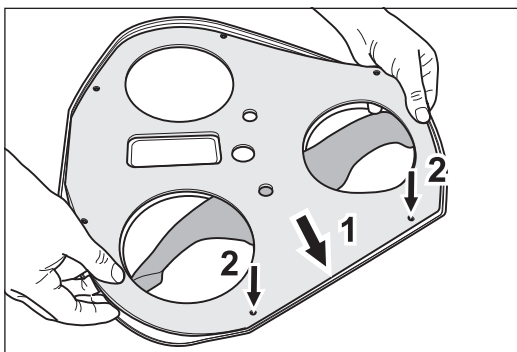

Fig. 55 Ponga la nueva junta por un lado antes de apoyarla del todo.
- 8 Quite por una cara la lámina protectora de la capa adhesiva de la nueva junta – aprox. el ancho de la mano – y coloque exactamente la junta. Para alinear y orientarse use los taladros de sujeción de la chapa cobertora (Fig. 55).